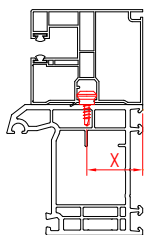

Bild 16
Schritt 5: Positionieren Sie die Führungsschienen entsprechend der Rollladenkasten-Breite auf den Blendrahmen; Standardausführung: Außenkante Führungsschienen = Außenkante Kasten (Bild 16).
Außenkante Rollladenführungsschiene bis Achse Klemmnippelschraube (Bild 16).